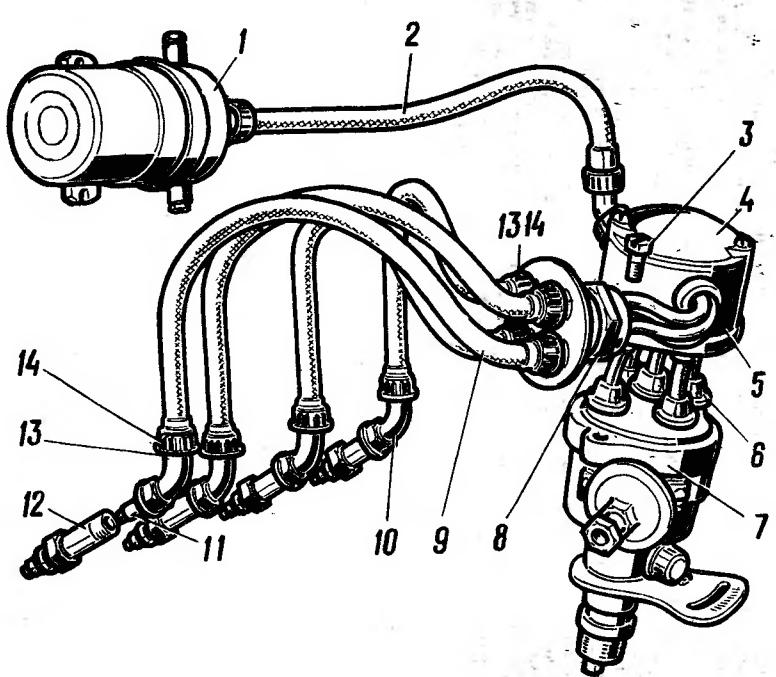

Рис. 11. Экранированная система зажигания:
1. Отверните гайку 14 экранирующего угольника (рис. 11).